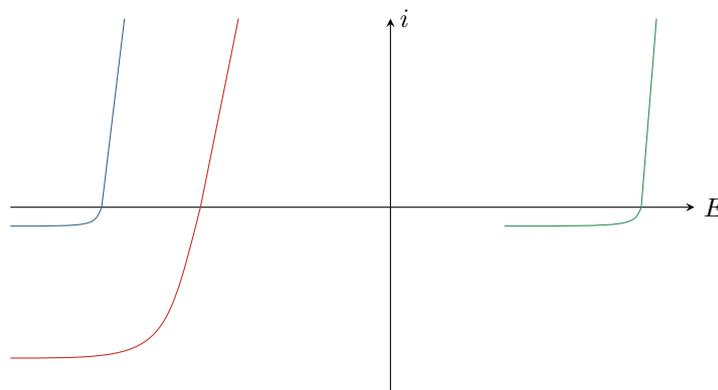

Figure 4 – Courbes intensité-potential pour la purification du nickel.
- 3 - On donne figure 4 les courbes intensités potentiel relatives aux trois couples considérés. Identifier chaque courbe. Justifier la présence de paliers de diffusion. Pourquoi sont-ils représentés à des courants différents ?
- 5 - Indiquer qualitativement sur la figure 4 le courant I dans le montage et la tension U d'électrolyse.